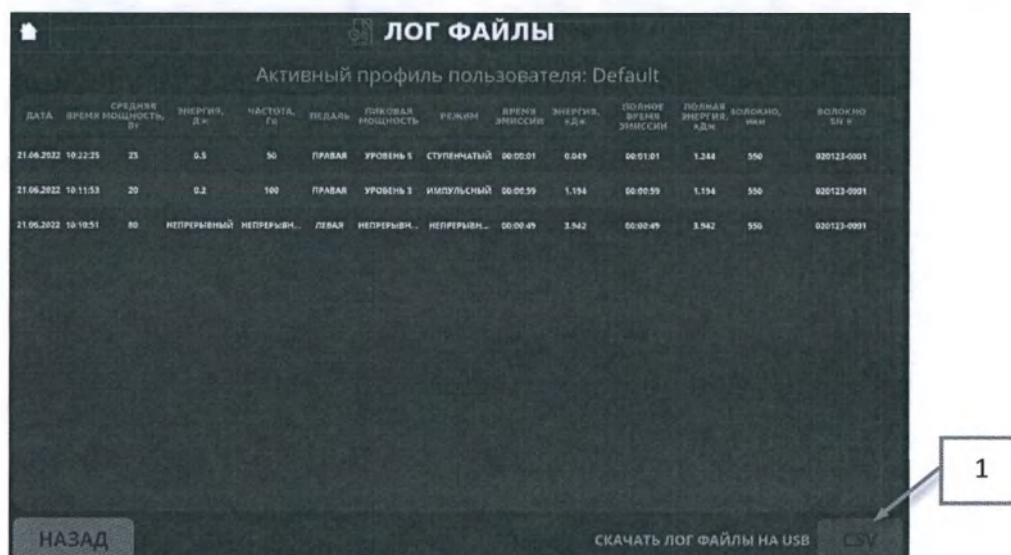

Рис. 31- Журнал
Для просмотра журнала (сведения, в которых указана информация о ранее использованных режимах работы Аппарата) (Рис.31) необходимо нажать (8) (Рис.17).
Аппарат оснащен функцией сохранения списка ранее использованных режимов на USB носитель. Для сохранения списка, подсоедините USB носитель в соответствующий разъем аппарата и нажмите кнопку (1) (Рис.31).